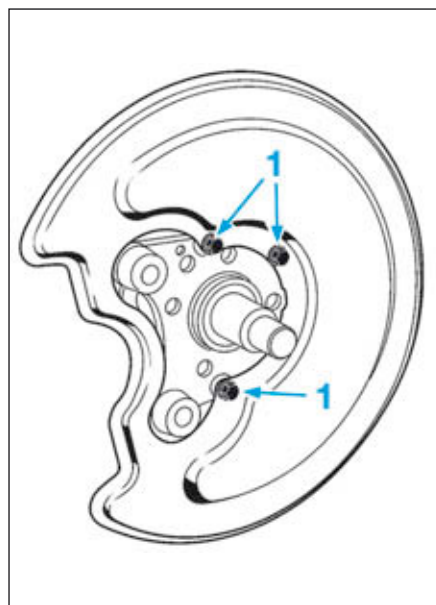

FIG.22
- Déposer les vis (1), puis le protecteur de disque (Fig.22).